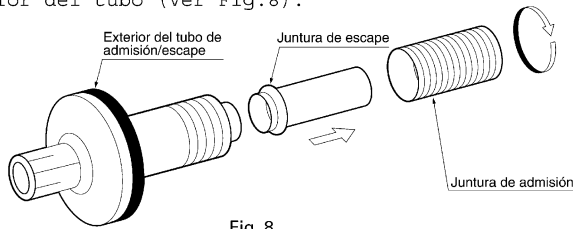

Fig. 8
- b. En caso que el espesor del muro sea de 130 a 230 mm. Remueva las juntas de admisión y escape desde la parte exterior del tubo (Ver Fig.8).